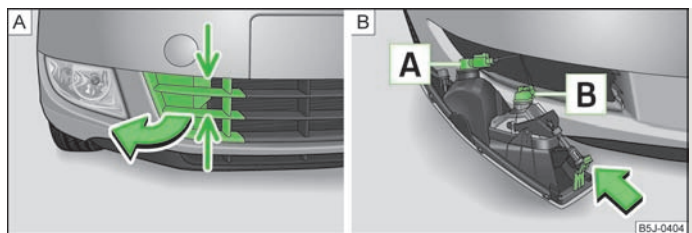

Fig. 150 Pare-chocs avant : Grille de protection/Dépose du phare antibrouillard
Disposition des ampoules » fig. 150.
» Attrapez la grille de protection au niveau des flèches » fig. 150 - **A** et retirez le cache.
- » Passez la main dans l'ouverture de la grille de protection et appuyez dans le sens de la flèche sur l'ergot de retenue » fig. 150 - **B**.